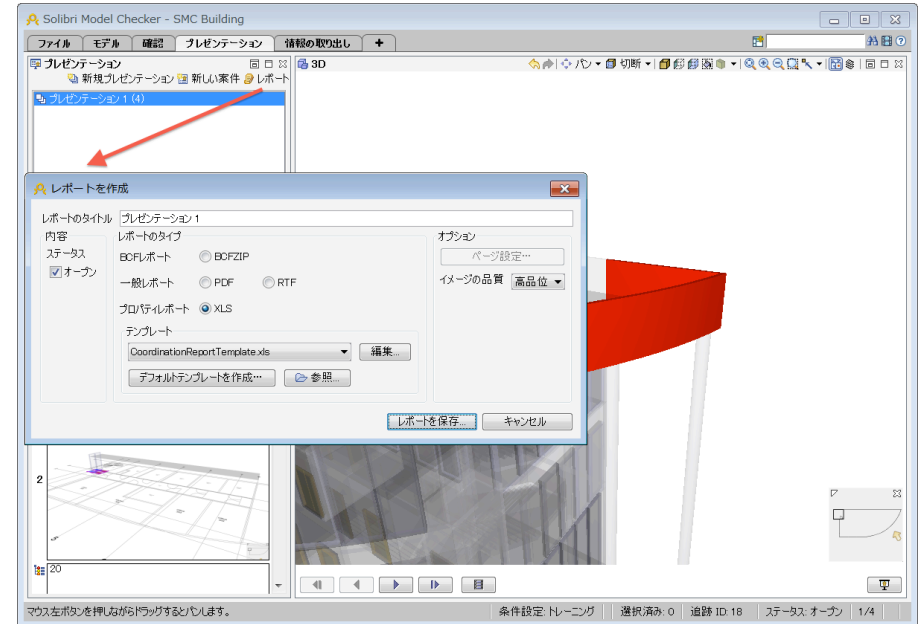

図 6 2 レポートの生成
- 8) レポートが書き出され、完了後、自動的にレポートが開かれます。(図 6 3を参照)